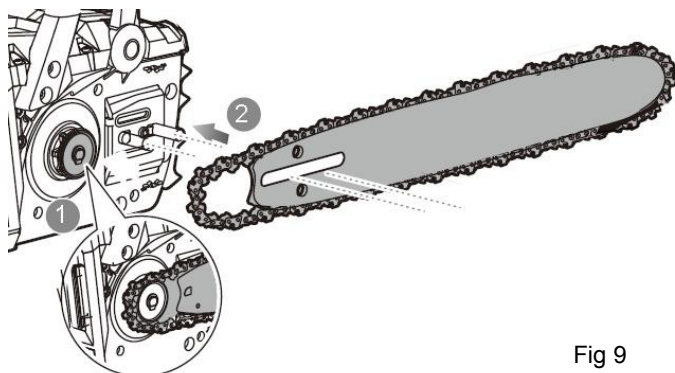

Fig 9
- Ajuste la barra al ras contra la superficie de montaje para que la barra de botones en la ranura de la barra larga. (Fig. 9)